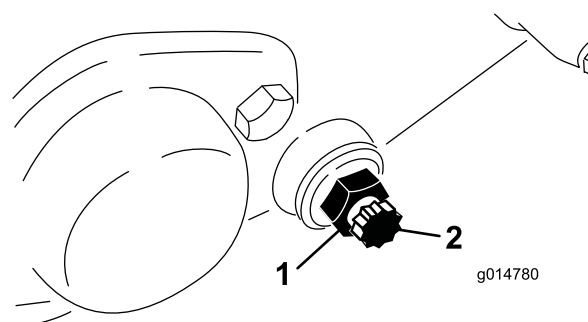

図 55
4. 各ベッドバーボルトを抜いてベッドバーを下に引き抜いて外す。ベッドバーの両端にナイロンワッシャとスチールワッシャが枚ずつあるので注意する図 55。
3. ベッドバーボルト図 55を固定しているジャムナット機体両側をゆるめる。